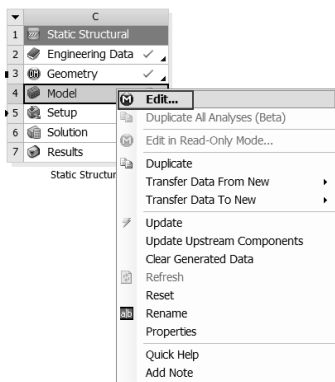
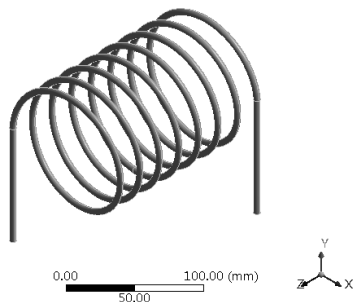

图 19-108 编辑 Mechanical
图 19-109 Mechanical 中的模型
Step3: Mechanical 中的模型。在 C4 (Model) 中右击, 在弹出的如图 19-108 所示快捷菜单中选择 Edit 命令, 进入如图 19-109 所示的 Mechanical 操作界面。